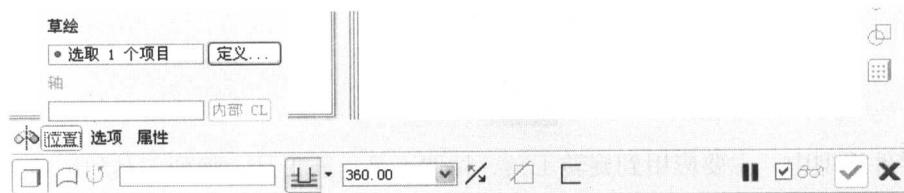

图 1-5 打开“位置”上滑面板
- (1) 单击 (旋转工具)按钮，打开旋转工具操控板。
- (2) 在操控板上， (实体)按钮处于被选中状态。单击“位置”标签，打开“位置”上滑面板，如图 1-5 所示。